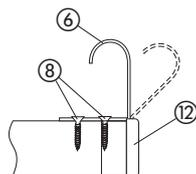

Рис. 2
2. Подготовка реек ③.
- a) В торец профиля рейки ③ вставить заглушку профиля ⑫ (Рис. 2).
- b) К рейке ③ необходимо прикрутить при помощи двух винтов ⑧ скобу ⑥. После этого скобу следует загнуть так, чтобы она представляла собой угол 90° (Рис. 2).
2. Przygotowanie lat ③:
a) W zakończeniu profilułaty ③ wcisnąć zaślepkę montażową (Rys. 2)
b) Dołaty ③ należy dokręcić za pomocą dwóch wkrętów ⑧ kłamrę ⑥. Po dokręceniu wkrętów kłamrę należy dogiąć tak, aby zagięcie kłamry tworzyło kąt prosty 90° (Rys. 2).